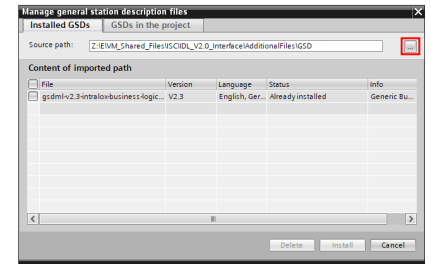

Figure 2: Manage general Station Description Files -> Browse Button
5. 此时会打开一个视窗 “管理通用站点描述文件”, 点击椭圆按钮, 见图 2。